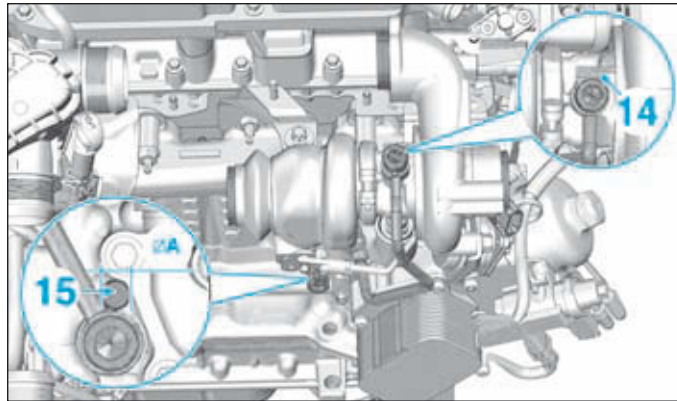

FIG.68
- Remplacer systématiquement les écrous (12), les raccords (8) et tous les joints déposés.
- Placer la canalisation de lubrification (9) en veillant à ce que l'ergot (14) du raccord supérieur soit correctement positionné (Fig.68).
- Mettre en place une pige de diamètre A = 10 mm (15) au niveau du raccord inférieur puis serrer les raccords au couples préconisés.